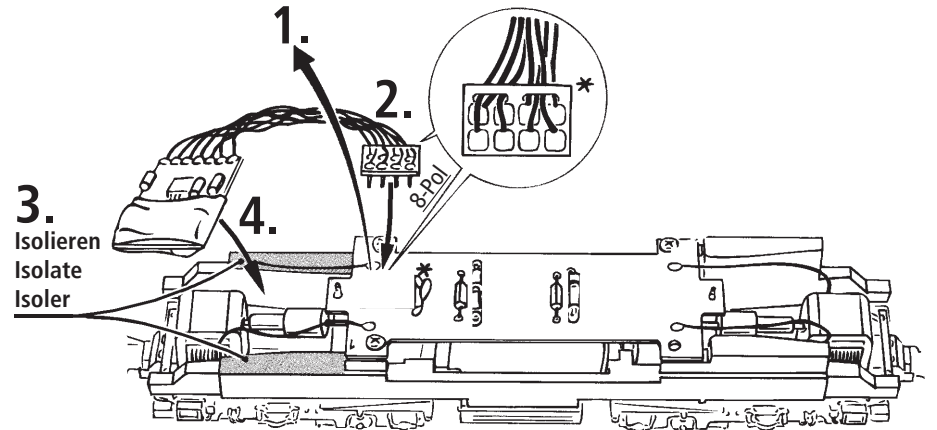

Fig. 6
**3. Lämpchenwechsel:** zuerst das Lokgehäuse abnehmen (Fig. 3). Danach können Sie die Lämpchen wechseln (Fig. 6).
**3. Change of lights:** First remove loco body (fig. 3) and then change lights (fig. 6).
**3. Remplacement des ampoules:** Veuillez démonter d'abord la caisse de votre locomotive (fig. 3) puis vous pouvez **échanger les ampoules** (voir fig. 6).